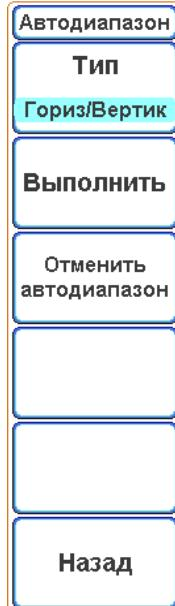

Рисунок 6.32 – Экранное меню «Автодиапазон»
- нажать кнопку «Выполнить», чтобы провести автоматическую настройку включенных входных каналов и уровня синхронизации (синхронизация будет переключена на тип «По фронту», полярность « \swarrow ») (рисунок 6.32);